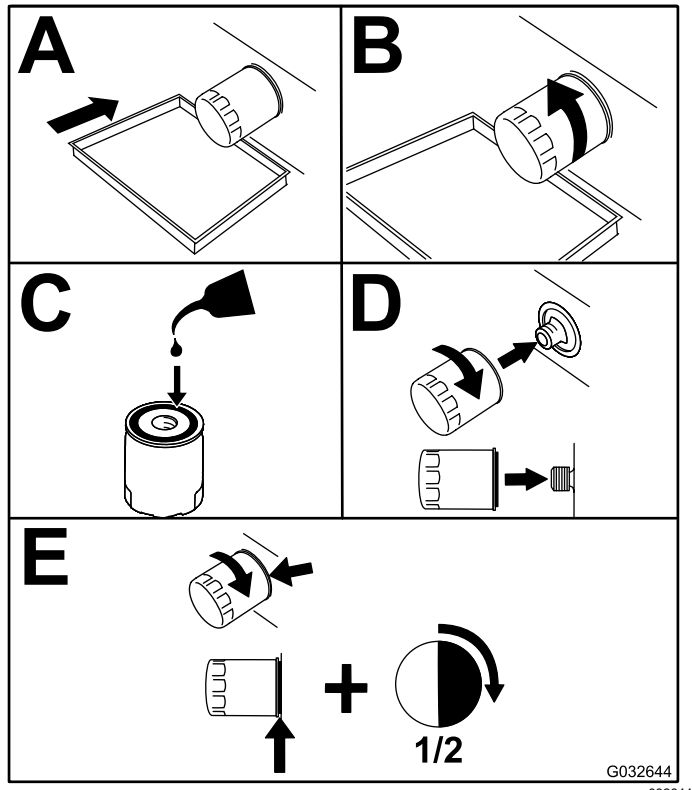

Figura 64
2. Substitua o filtro do óleo do motor (Figura 64).